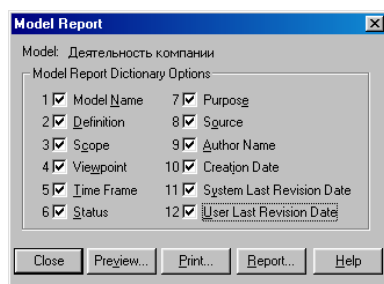
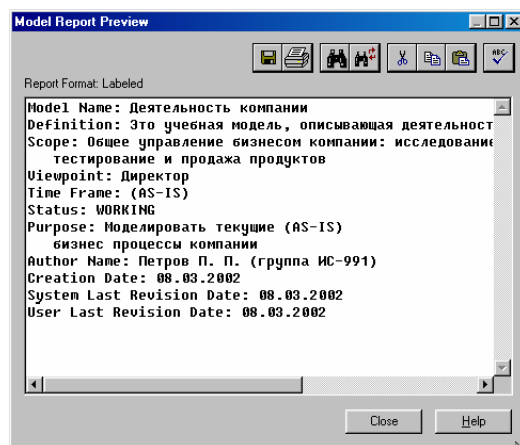

Рис. 25. Задание опций генерирования отчета **Model Report**
Рис. 26. Предварительный просмотр отчета **Model Report**
15. Создайте отчет по модели. В меню **Tools/Reports/Model Report** (рис. 25) задайте опции генерирования отчета (установите галочки) и нажмите кнопку **Preview** (предварительный просмотр). В результате будет сформирован отчет, как показано на рис. 26.